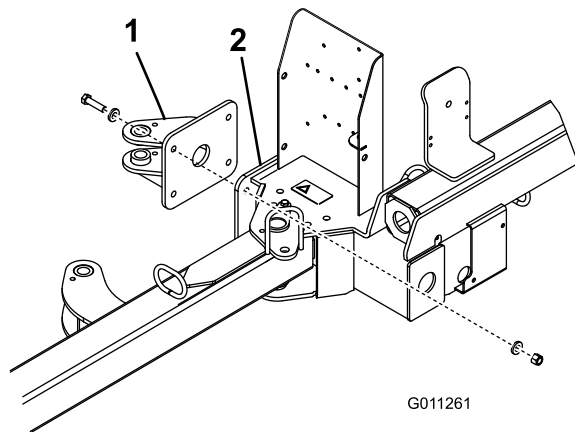

図 5
1. 後アクチュエータタブをフレームに取り付ける ボルト $\frac{1}{2}$  x 2"4本、平ワッシャ0.531 x 0.0638枚、ロックナット $\frac{1}{2}$ "4個を使用する。各コンポーネントは 図 5 のように組み付ける。